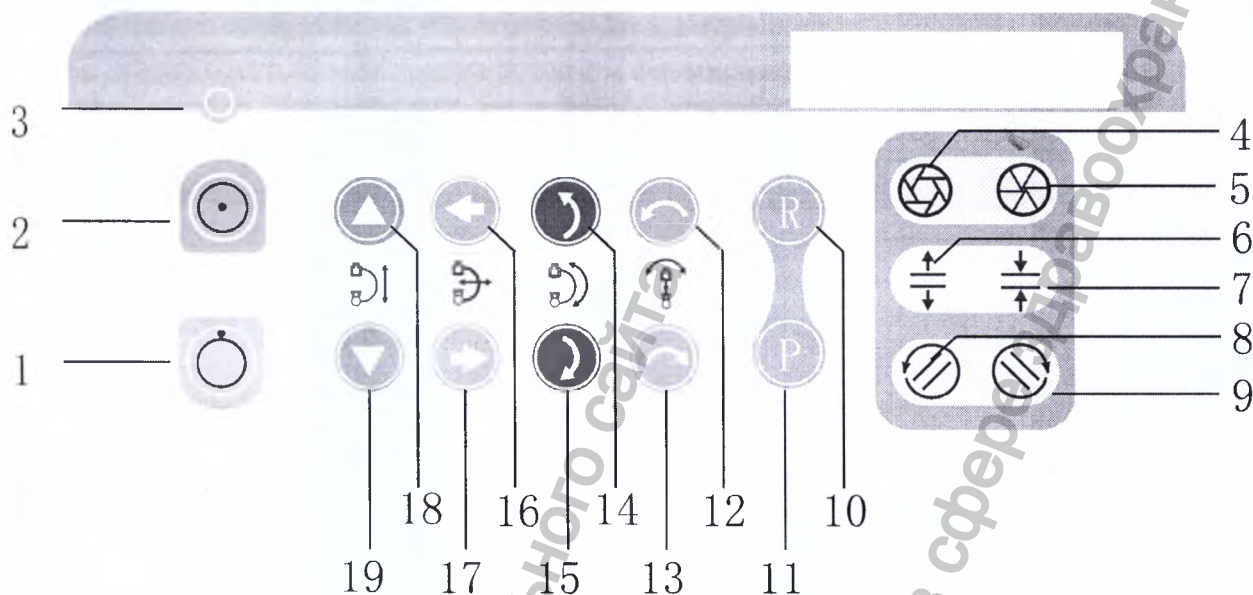

Рис. 3.
3.1.2 Панель управления (Рис. 3).